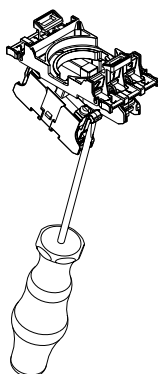

図11
2. 取り外された接点キャリアと接点押さえの「開」（図11参照）：両接点押さえを持ち上げることで、固定が解除され、90°回すことが出来るようになります。その後初めて接点・表示エレメントの取り外しが可能となります。